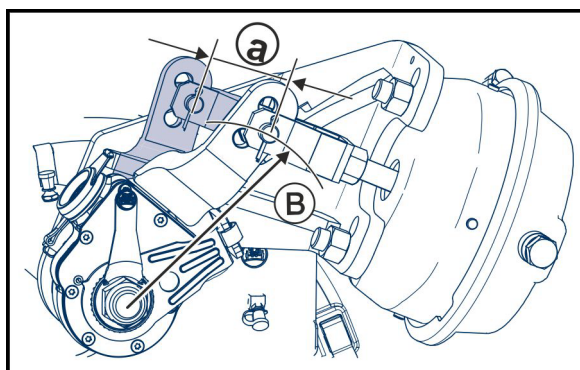

Fig. 124
1. Premere il pezzo di chiusura (Fig. 124/1) su entrambe le piastrine.
4. Premere il pezzo di chiusura (Fig. 124/1) su entrambe le piastrine.